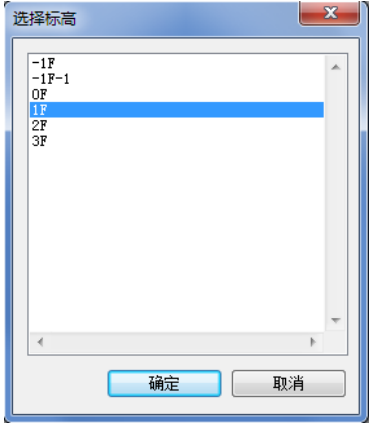

图 3-17
- 2) 单击菜单栏“编辑”-“对齐粘贴”-“按名称选择标高”命令，打开“选择标高”对话框，如图 3-17 所示。单击选择“1F”，单击“确定”。